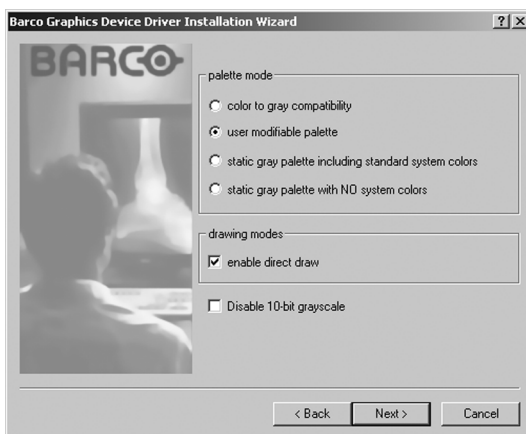

Figura 24
6. Cuando aparezca la pantalla que se muestra en la figura 24 a continuación, seleccione el modo de paleta correcto para la aplicación de visualización. Si no está seguro, utilice la configuración predeterminada. Puede cambiar el modo de paleta posteriormente (consulte <Bold>“Palette Mode” en la página 4 de la sección ficha BarcoMed Driver). Si desea activar DirectDraw, seleccione la **casilla de verificación** junto a “Enable Direct Draw”. Si desea deshabilitar la escala de grises de 10 bits, compruebe la **casilla de verificación** al lado de “Disable 10-bit grayscale”. Haga clic en **“Next”**.